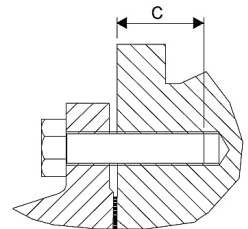

Fig. 7 | Profondeur fileté C
- > Vis selon ISO 4014 (voir fig. 7 et tableau 3)